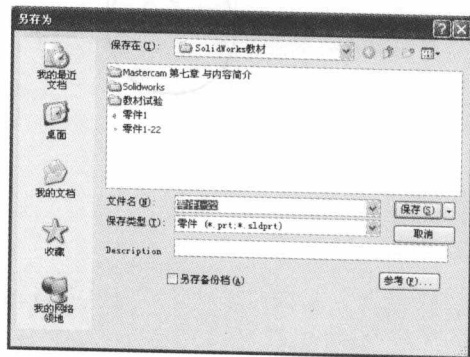

图 1-33 保存文件对话框
(2) 保存文件与打开文件
① 保存文件 单击下拉菜单[文件(F)]/[另存为(A)], 弹出如图 1-33 所示保存文件对话框, 选择存档格式及存档位置, 输入存档文件名, 单击保存按钮“”即可完成保存文件。
② 打开文件 单击下拉菜单[文件(F)]/[打开(O)], 在弹出的文件对话框中找到相应的文件, 单击按钮“”即可打开相应的文件。